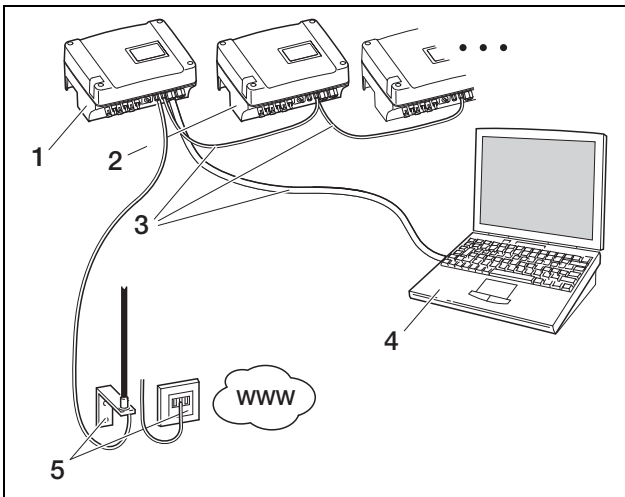

Abbildung 55: Netzwerkeinstellungen mit manueller Netzwerkkonfiguration bei GSM-Kommunikation, Subnetzmaske 255.255.255.0 (☐ externer Router)
- Sie betreiben ein lokales Netzwerk (Ethernet) mit festen IP-Adressen und wollen den Wechselrichter in das Netzwerk integrieren (Abbildung 55).